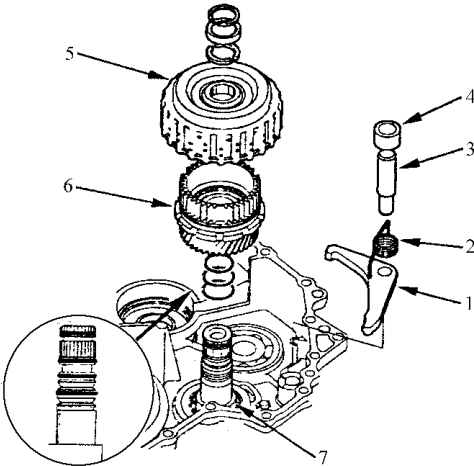

图 5-134 安装驻车棘爪
32) 如图 5-134 所示,将驻车棘爪、棘爪弹簧、棘爪轴和轴套安装到变速器壳体上,然后将控制杆换至 P 位置以外的任一位置。